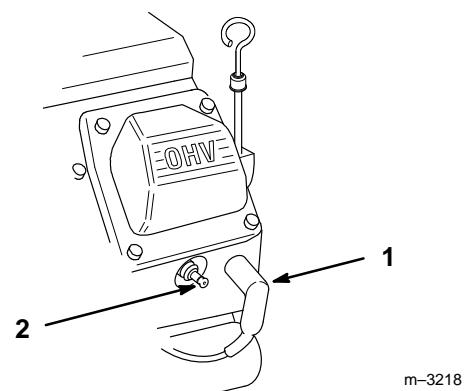

Figure 26
2. Débrancher le(s) fil(s) de la(des) bougie(s) (Fig. 26). Nettoyer tout autour des bougies pour éviter l'introduction de saleté dommageable pour le moteur.
- Reconnecter les fils des bougies (Fig. 26).